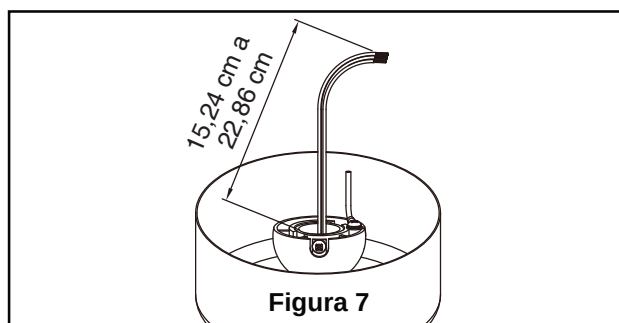

Figura 7
- ☐ 7. Corte el exceso de cable aproximadamente de 15 a 23 cm (6 a 9 pulgadas) por encima de la parte superior del barral. Pele 1,2 cm (½") del aislamiento en cada extremo del cable. (Figura 7)